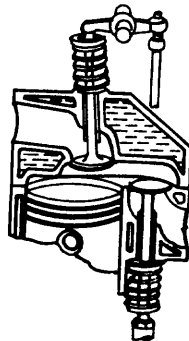

Fig. 4
- El eje de levas, los taqués y las válvulas de escape están ubicados en el block y los balancines y válvulas de admisión ubicados en la culata (fig. 4).